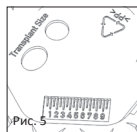

Рис. 5
■ **Рис.1б/5** Интегрированные шаблоны на задней части регулировочного диска (Рис. 1б) соответствуют минимальному размеру трансплантата для выравнивания барабанной перепонки (Рис. 5).
■ **Рис.5** Миллиметровая шкала используется для общих сравнительных измерений, которые могут понадобиться во время операции на среднем ухе. В сущности, задняя часть может также использоваться в качестве места для